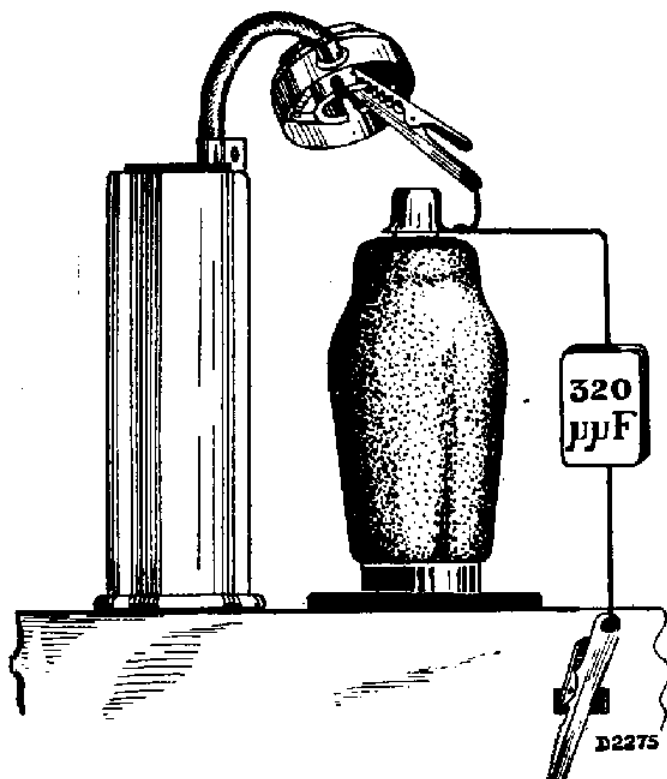

Abb. 4
11. Zweiten Kreis mit Kondensator von 320 $\mu\mu\text{F}$ zwischen Gitter L2 und Chassis verstimmen (siehe Abb. 4).